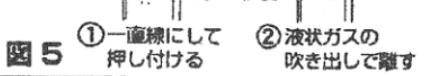

図5
<B. ガスの注入> ⇒ 図5参照
- ①注入バルブは図5のようにマガジンボディと平行に内蔵されています。マガジンを逆さまにして、マルゼンシューターズポンベのノズルが一直線になるように、注入バルブへ差し込み、軽く押し付けてください。
- ① 図5を参考にマガジンフォロワーの指かけを少しずつ下げながら、
- ② マルゼン製BB弾を給弾口から数発ずつ、きれいなジグザグに50発まで流し込んでください。